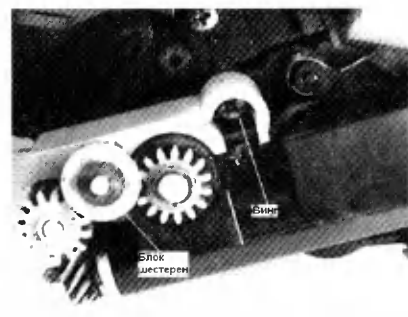

Рис. 3. Блок шестерен
4. С передней стороны открутите один винт и снимите блок шестерен (см. рис. 3).